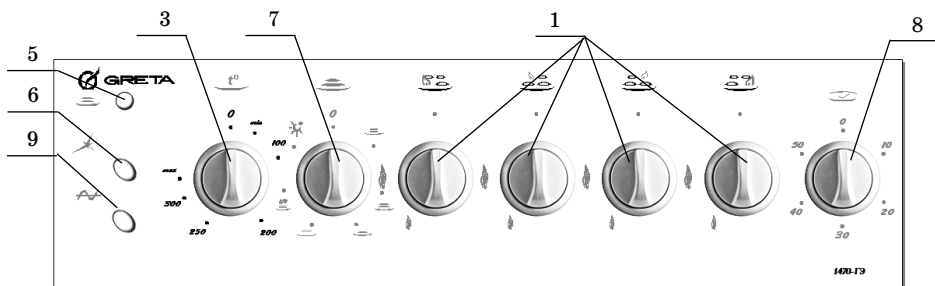

Рис. 6
– кнопка включения электровертела поз. 9 (см. рис. 6 для исп. 01,03);